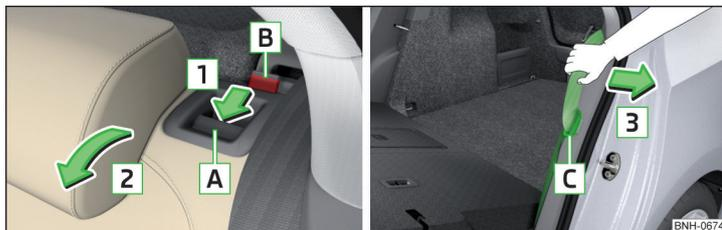

Fig. 55 Rabattez le dossier / position d'attente de la ceinture de sécurité
- Placez la languette **C** de la ceinture de sécurité dans l'ouverture du revêtement latéral - position de service » fig. 55.
- Tirer la ceinture de sécurité extérieure arrière vers le revêtement latéral dans le sens de la flèche **3** » fig. 55 .